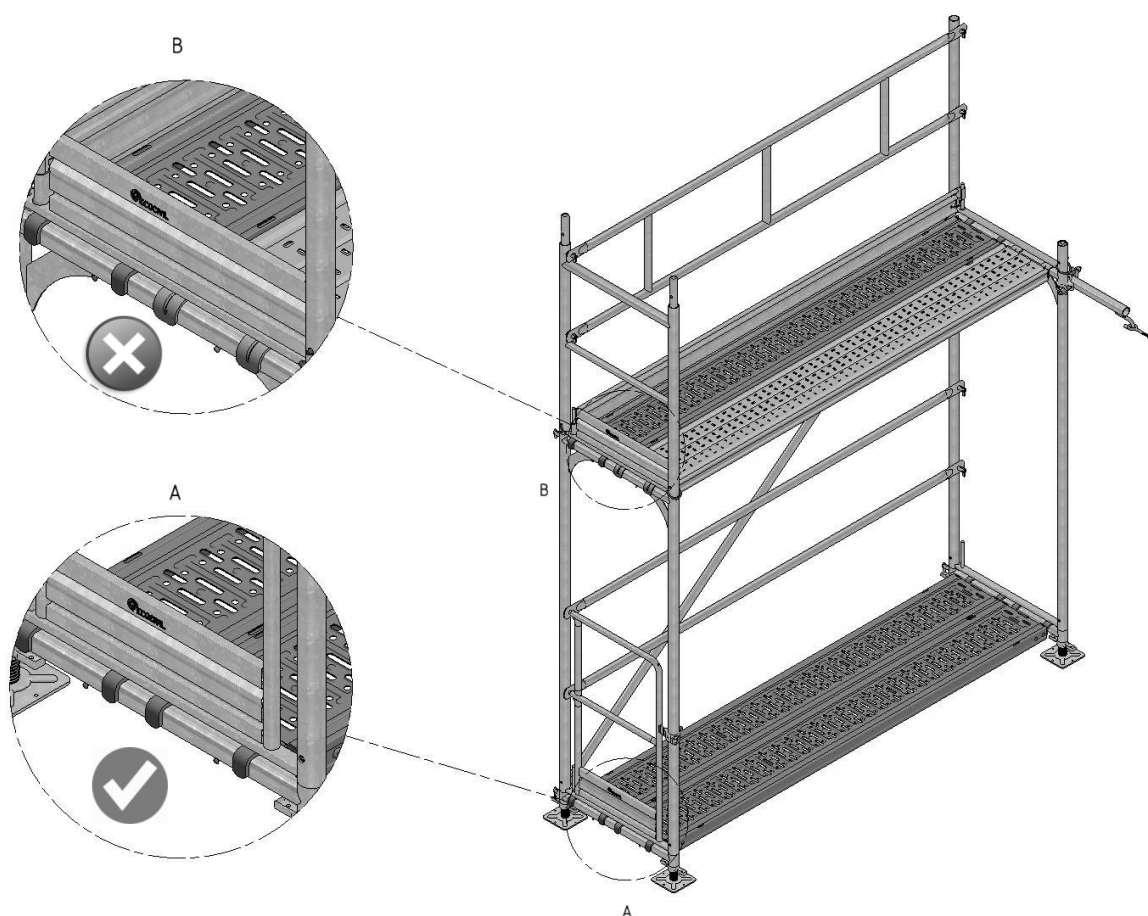

Figura 10
Exemplo andaime com 8 x 12 metros (altura x comprimento) (Figura 10):
Não podem estar no mesmo patamar 2 tipos de pranchas diferentes como se pode comprovar na (Figura 10).
- A identificação das pranchas na (Figura 10) é apenas simbólica para distinção de modelos.